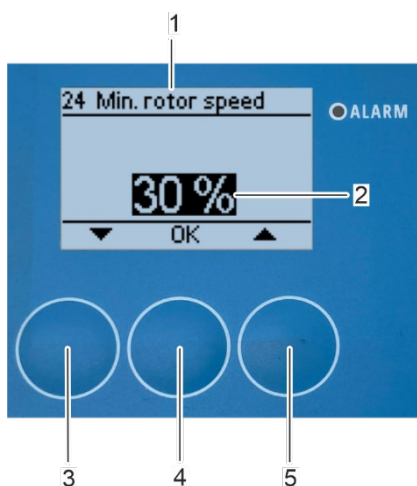

Figura 132: Ajuste de la velocidad mínima del rotor
⇒ Entonces aparecerá en pantalla el submenú «24 Velocidad mínima del rotor» (Figura 132/1).
3. Seleccione la velocidad mínima del rotor que desee (Figura 132/2) mediante los botones de flecha [arriba] (Figura 132/5) y [abajo] (Figura 132/3).
4. Confirme la selección pulsando [Aceptar] (Figura 132/4).